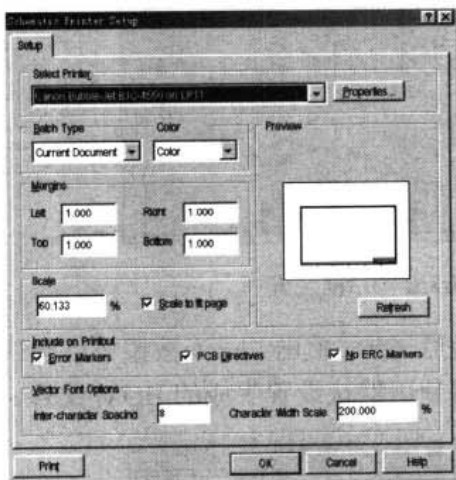
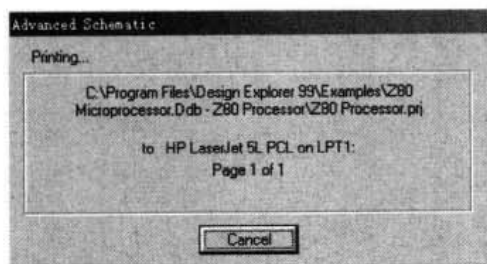

图 7-17 Advanced Schematic Printer Setup (打印机设置) 对话框
图 7-20 正在打印时的对话框
- (1) 执行菜单命令 File|Setup Printer 或单击主工具栏上的打印按钮。若打印机已安装，系统会弹出如图 7-17 所示的 Advanced Schematic Printer Setup (打印机设置) 对话框。可以在此设置打印机类型、打印的电路图、打印颜色、打印比例等。
执行菜单命令 File|Print, 或者单击打印机设置对话框 (图 7-17) 中的 Print 按钮, 系统将以安装打印机设置进行打印输出, 同时, 显示如图 7-20 所示的正在打印时的对话框。